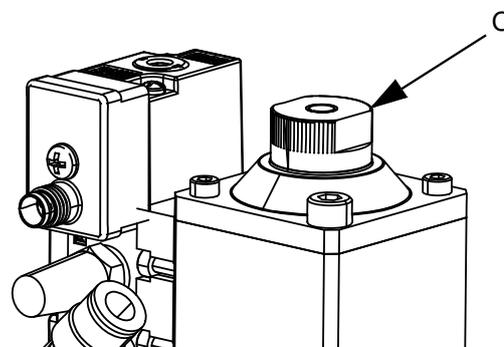
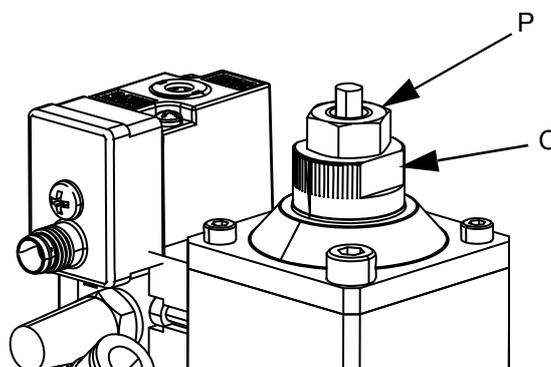

ABB. 8
ABB. 9
Die Einstellmutter (C) oben am Ventil kann die Öffnungsweite des Dosierventils einstellen. Dies beschränkt den Materialdurchfluss durch die Düse und den Sitz. Siehe ABB. 8.
- Die Einstellmutter (D) im Uhrzeigersinn drehen, bis das Ventil geschlossen wird. Siehe ABB. 8. Bei Rücksogventilen die Einstellmutter (C) gegen den Uhrzeigersinn drehen, um die Öffnungsweite des Ventils zu verkleinern. Siehe ABB. 9.
- Die Einstellmutter (D) langsam öffnen und Druckluft zirkulieren lassen, bis der gewünschte Durchfluss erreicht ist.
- Wenn das Ventil eine Rücksogdüse hat, die Sicherungsmutter (P) festziehen, um die Einstellmutter (C) in Position zu halten. Siehe ABB. 9.